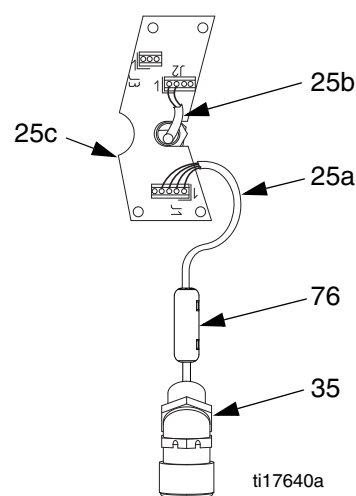

FIG. 29. Conexões dos fios da placa de circuito
- a. Consulte a FIG. 29. Desconecte o cabo do transdutor (25a) do J1 da placa de circuito (25c). Remova e guarde o ferrite (76).
- c. Desconecte os fios do circuito IS de campo de J2 e J3 na placa de circuito, e dos dois blocos terminais (46). Desconecte dois fios do sensor de posição dos dois blocos terminais. Guarde os blocos de terminais.
- e. Desparafuse os prensa cabos (74a e 35) da caixa de redução. Puxe o prensa cabos de 45° (35) e o conduíte do transdutor para fora da caixa. Não desconecte o transdutor da porta de saída (P).
- f. Desconecte o sensor de posição e as peças de fixação da carcaça do redutor (1). Consulte a página 22. Certifique-se de ter removido o adaptador do sensor de posição (78). Guarde estas peças.
11. Desaperte as contraporcas (15) dos pinos de ancoragens (3). Remova toda a seção de fluidos. Desatarraxe os pinos de ancoragens (3) da caixa de redução.